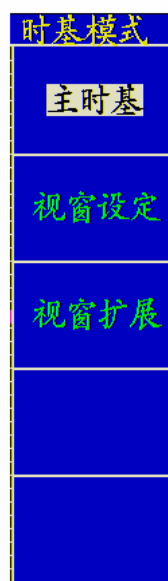

图 33: 时基模式菜单
3. **水平菜单**按键。按下 **水平菜单** 按键，屏幕显示操作菜单见图33。